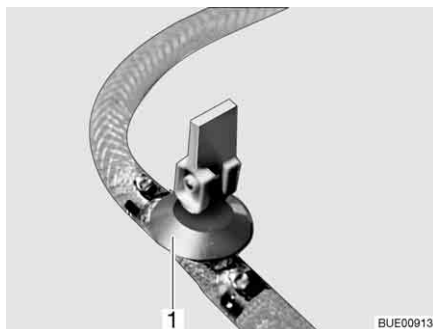
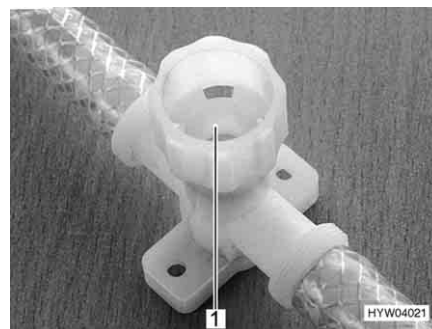

Bild 239 Avtappningskran (med vipparm)
Bild 240 Avtappningskran (med vred)
- Stäng alla avtappningskranar. Ställ för detta avtappningskranens vipparm (Bild 239,1) vågrätt eller vrid avtappningskranens kran (Bild 240,1) medurs.